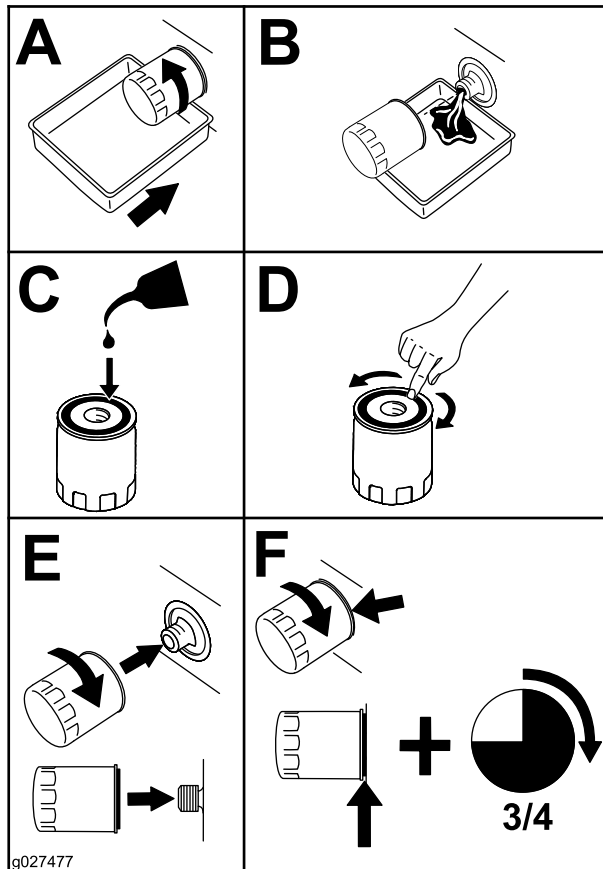

Рисунок 46
5. Замените масляный фильтр двигателя (Рисунок 46).